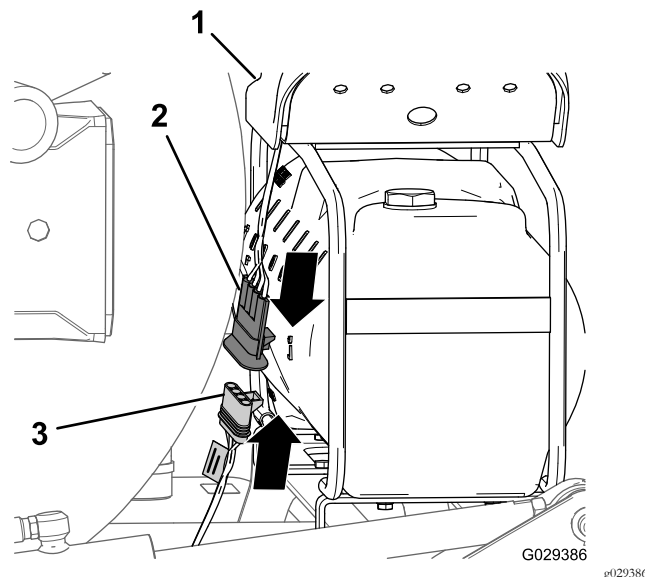

Bild 120
1. Fluchten Sie am Ende des 236-cm-Zweigs des Kabelbaums den 4-Buchsenstecker des Kabelbaums für das Finishingkit mit dem 4-Stift-Stecker des Kabelbaums vom Kompressor aus (Bild 120).
2. Stecken Sie den 4-Stiftstecker in den 4-Buchsenstecker (Bild 120).